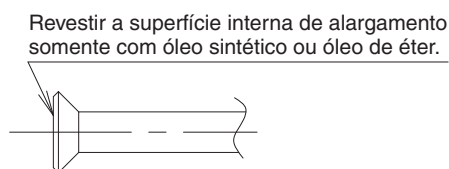

Fig. 20
- Ao fazer uma conexão de alargamento, cubra a superfície interna de alargamento somente com óleo sintético ou óleo de éter. **(Consulte a Fig. 20)** Depois vire a união de queima umas 3 ou 4 vezes com a mão e aperte a união.